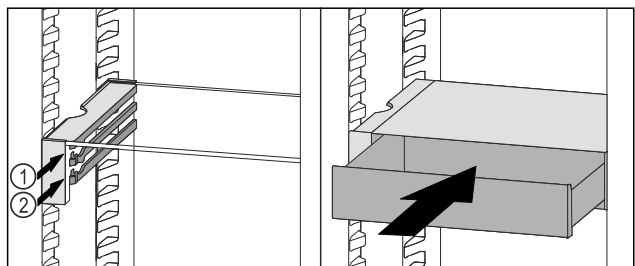

Fig. 106
- ▶ Nasadte zásuvku VarioSafe za zářezky na požadovaném žebro Fig. 106 (1) nebo Fig. 106 (2).